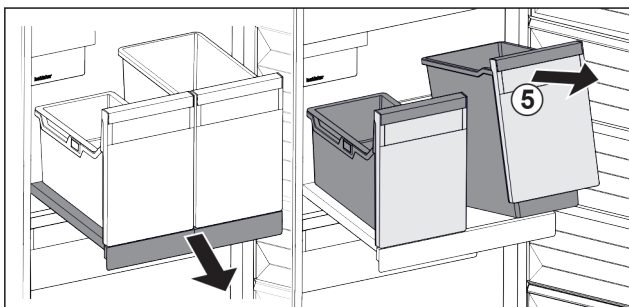

Fig. 51
- ▶ Bak Fig. 51 (5) aan voorzijde optillen.